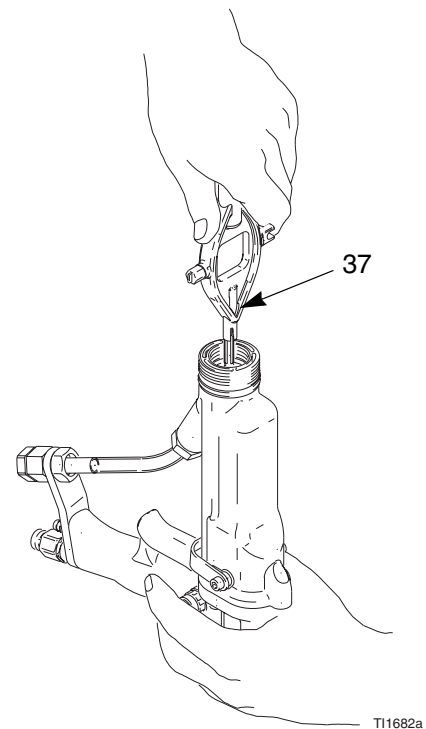

Fig. 25. Remplacement de l'électrode
3. Dévisser l'électrode (29) à l'aide de la clé multi-usage (37). Tenir l'extrémité de la tige de presse-étoupe (26h) pour l'empêcher de tourner, FIG. 25.